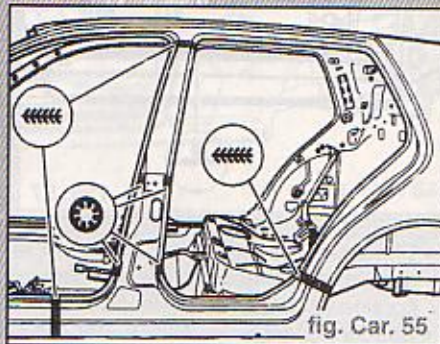

fig. Car. 55
- Effectuer la soudure en bord à bord des zones d'accostage en cordon continu sous gaz de protection (fig. Car. 55)